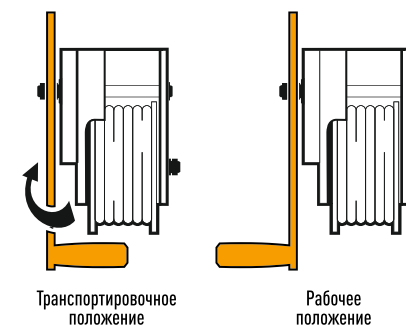

Рис. 4 Установка ручки лебедки в рабочее положение
3. Выполнить проверку всех частей лебедки HS-W502 на отсутствие деформаций, трещин, коррозии и иных повреждений. Установить ручку лебедки в рабочее положение (**рис. 4**)